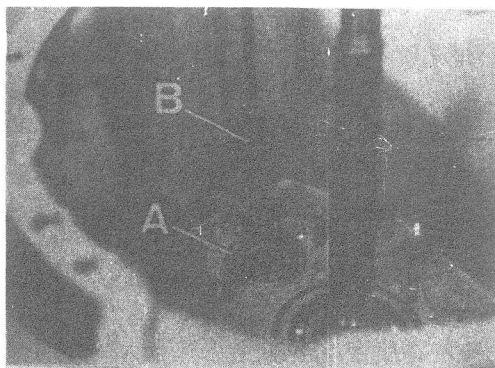

Fig. C1-87 Ajuste eje intermediario
- 2.2.7. Medir la profundidad de la pista, A (Fig. C1-87) con relación a la cara frontal interna del cárter de embrague. La suma de la medida obtenida, más 0,10 mm que es el apriete que deben llevar estos rodamientos, nos da el espesor de suplementos necesarios en su montaje.